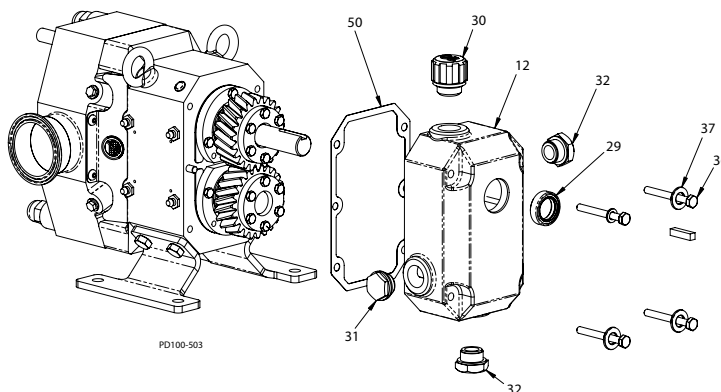

Figura 65: Instalación de la cubierta de los engranajes
- Haga presión sobre el sello del eje de entrada (Figura 65, renglón 29) para introducirlo en el agujero de la cubierta de los engranajes (elemento 12).